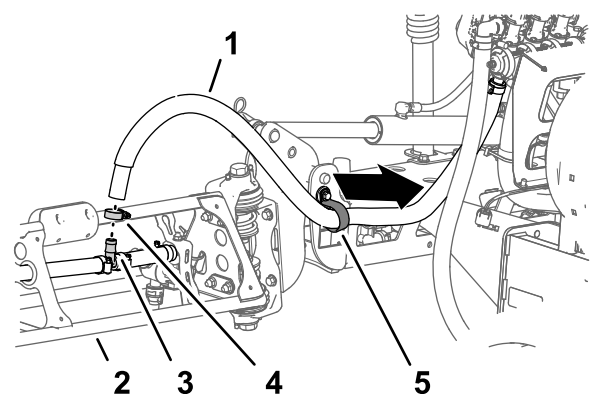

Bild 33
1. Entfernen Sie am äußeren Sprühabschnitt die Schlauchklemme, mit der der Sprühabschnittschlauch am gezahnten T-Anschlussstück befestigt ist (Bild 33).
2. Nehmen Sie den Schlauch vom T-Anschlussstück ab (Bild 33).
3. Nehmen Sie das freie Ende des Schlauchs von der R-Klemme ab (Bild 33).